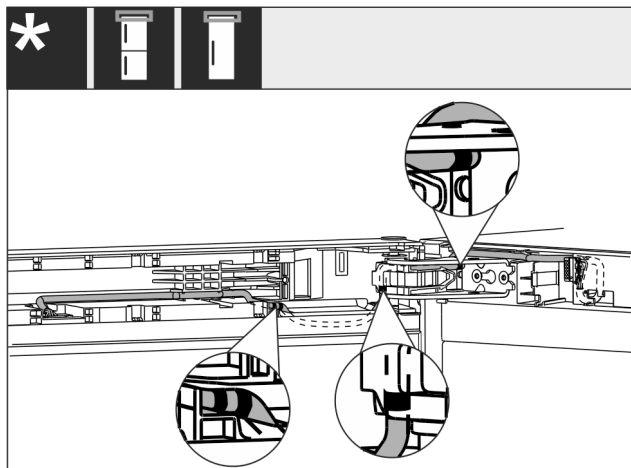

Fig. 59
- Kabel je položen kao što je prikazano na slici Fig. 59 ().